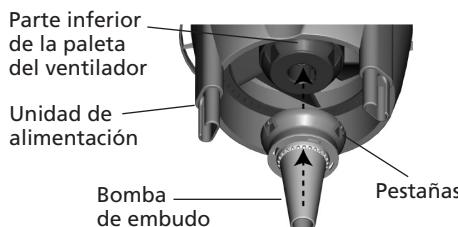

Figura 17
5. Una la bomba de embudo a la unidad de alimentación acoplando las tres pestañas a la parte inferior de las paletas del ventilador. Vea la figura 17.